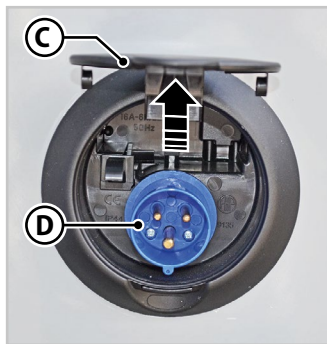

Fig. 6.29 - Toma para la alimentación de 220 V
2. Levante la tapa (**C** - Fig.6.29) de la toma (**D** - Fig.6.29) situada en el lateral del vehículo.
3. Conecte un cable externo de sección adecuada y homologado a la toma (**D** - Fig.6.29).